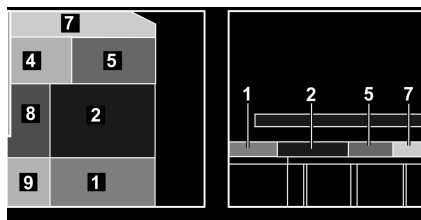

Fig. 136 Après la transformation
- Placer le coussin supplémentaire (Fig. 136,7) sur la table.
- Placer les coussins supplémentaires (Fig. 136,4 et 5) sur la table, derrière le coussin supplémentaire.
- Tirer le coussin d'assise (Fig. 136,2) vers l'avant.
- Placer le coussin de dossier (Fig. 136,1) entre le coussin d'assise et la paroi arrière.
- Placer les coussins supplémentaires (Fig. 136,8 et 9) entre la cloison latérale et les coussins disposés sur la table et le plateau d'assise.